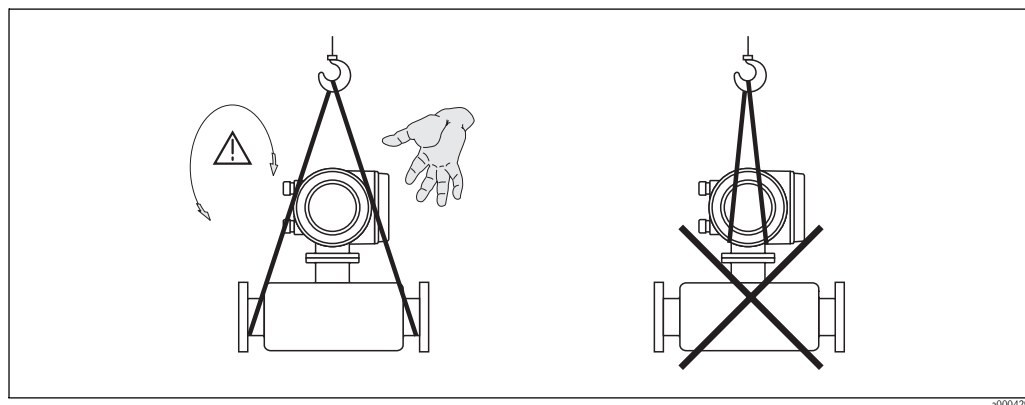

Fig. 4: Instrucciones para el transporte de los sensores con DN 40...100 (1 ½" a 4")
- Si el equipo de medición tiene un diámetro nominal de DN 40...100 (1 ½" a 4"), no lo levante cogiéndolo por el cabezal transmisor o caja de conexiones, si es de versión remota (Fig. 4). Utilice en cambio correas portadoras, pasándolas alrededor de las dos conexiones a proceso. No utilice cadenas debido a que pueden dañar el cabezal.